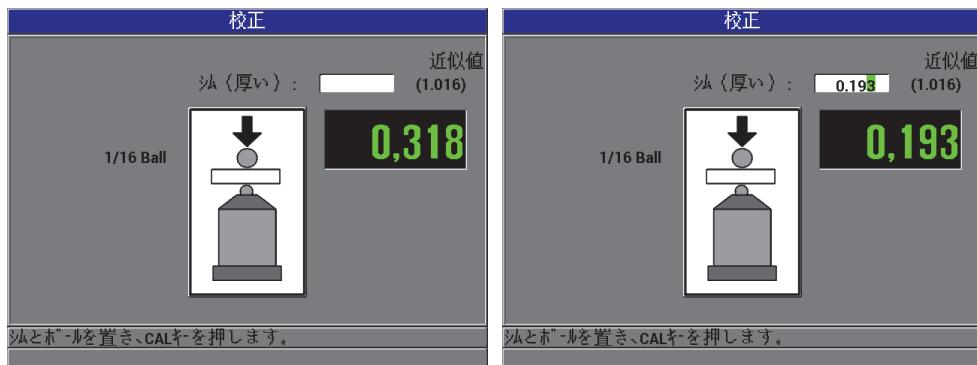

図 4-8 シム（厚い）校正ポイント
6. シム（厚い）ポイント：厚さ計は、特定の校正用シム（厚い）をプローブの先端に置くように指示します。この校正用シム（厚い）のポイントの厚さは、選択したターゲットボール、ディスク、ターゲットワイヤーによって変化します。このシムのおおよその厚さは、下方の測定ボックスに表示されます。[校正] を押して、テキストボックスに測定値を転送し、矢印キーで校正用シムのすでに判っている厚さを入力してから、[校正] を押します（76 ページ図 4-8 参照）。